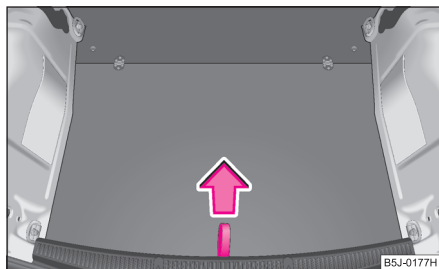
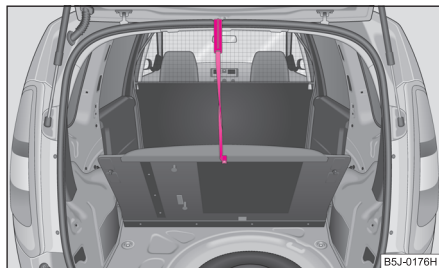

Fig. 198 Boucle pour soulever le plancher du compartiment de chargement
Fig. 199 Fixation du plancher de chargement avec un crochet en plastique
- Soulevez le plancher du compartiment de chargement au niveau de la boucle ⇒ fig. 198 et fixez-le avec les crochets en plastique (ceux-ci se trouvent sous le bord du plancher du compartiment de chargement) sur le bord supérieur de la découpe du hayon ⇒ fig. 199. ■